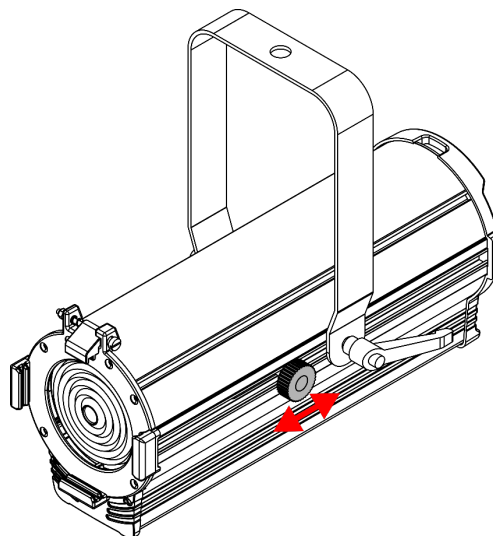

Fig. 09
- 01) Tournez le **contrôle de zoom (04)** dans le sens inverse des aiguilles d'une montre pour le desserrer.
- 02) Faites glisser le contrôle vers l'avant ou vers l'arrière pour obtenir l'angle de faisceau souhaité (voir fig. 09).
- 03) Après avoir réglé l'angle du faisceau, tournez le **contrôle de zoom (04)** dans le sens des aiguilles d'une montre pour le serrer. Ne les serrez pas trop.